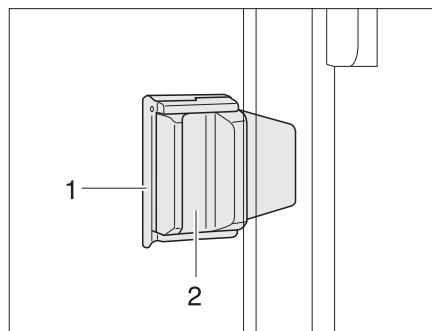

Bild 57 Skjutfönster med skjutlås
- Drag ut låsanordningen (Bild 57,1).
- Tryck handtaget (Bild 57,2) och skjut det samtidigt framåt eller bakåt.